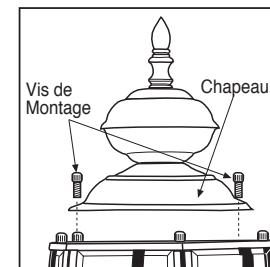

Figure 1
- Si le chapeau comporte au moins deux vis, retirer ses vis de montage et l'enlever. Insérer la ou les ampoules. Refixer le chapeau (voir la figure 1 ou 2).